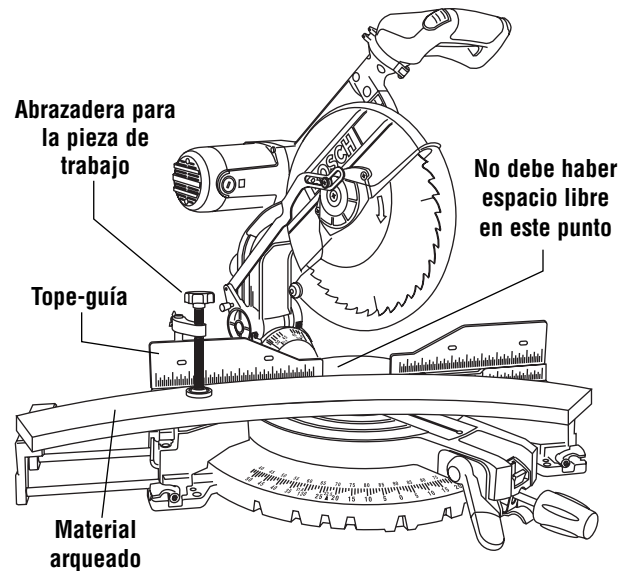

Figura 1. Material arqueado
**ADVERTENCIA** Si la pieza de trabajo está arqueada o combada, fíjela con abrazadera con la cara exterior arqueada orientada hacia el tope-guía. Asegúrese siempre de que no haya espacio libre entre la pieza de trabajo, el tope-guía y la mesa a lo largo de la línea de corte. Las piezas de trabajo dobladas o combadas pueden torcerse u oscilar y pueden causar atasco en la hoja de sierra que gira durante el corte (Figura 1).